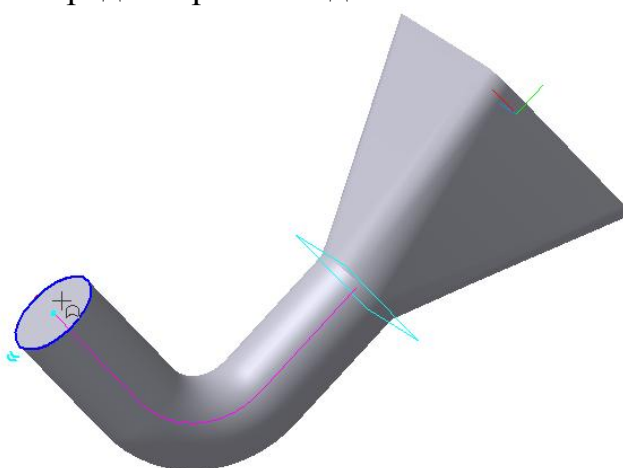

Рис. 23
- Выделите курсором грань, рис. 23, перейдите в режим редактирования эскиза и спроецируйте грань командой **Спроецировать объект**  на панели **Геометрия** , рис. 20. Перейдите в режим редактирования детали.